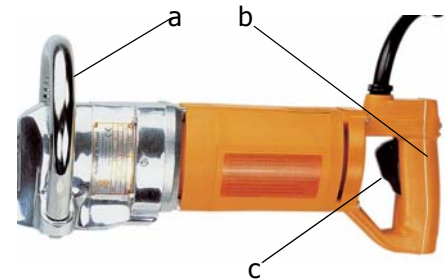

Abbildung 2: Schalterbetätigung
- Zum Einschalten den Schalter (c) mit Zeige- und Mittelfinger betätigen (siehe Abb. 2)